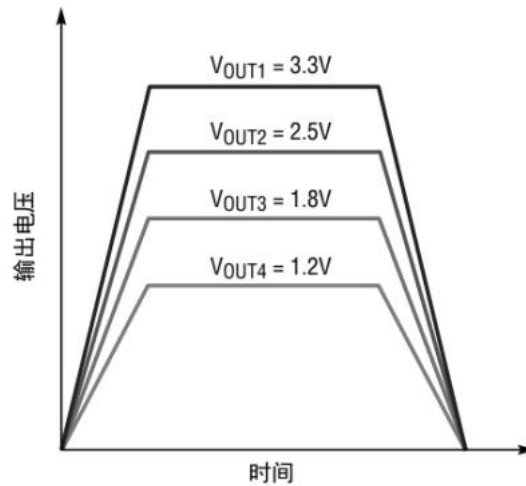
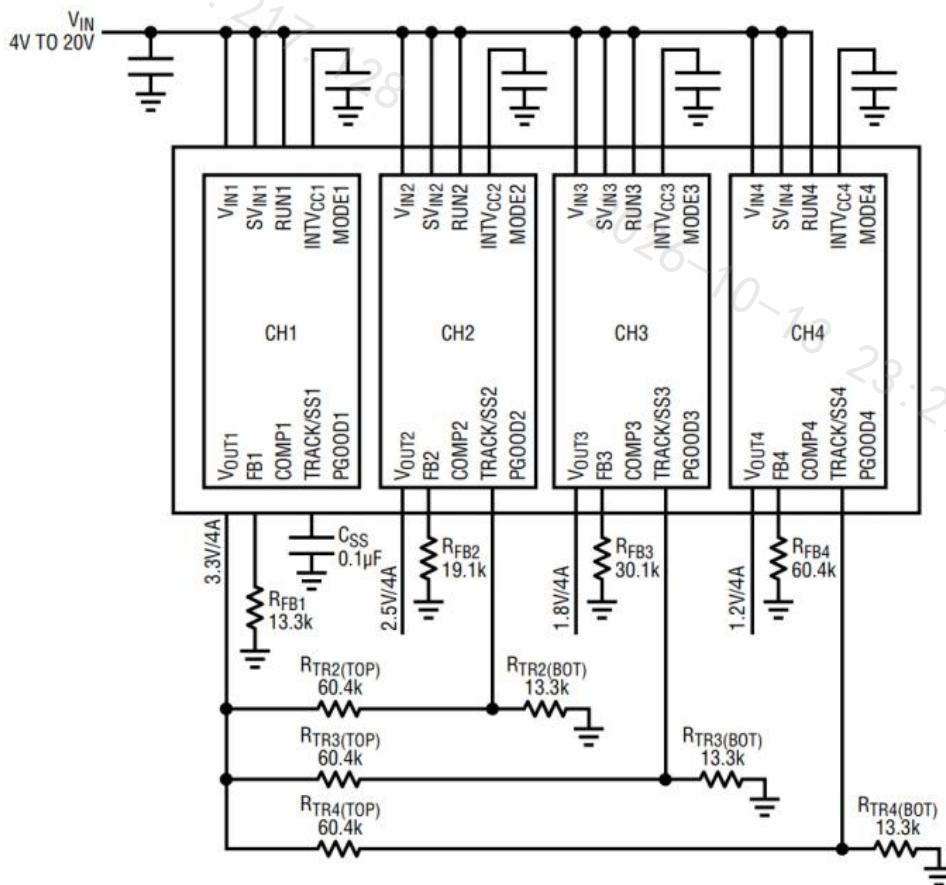

图 19. 输出比例跟踪波形
图 20. 输出比例跟踪原理图
输出电压跟踪还可以使用每个稳压器通道的TRACK/SS引脚进行外部编程。输出可以用另一个调节器上下跟踪。图19和图20显示了比率跟踪的示例波形和原理图，其中从稳压器（VOUT2、VOUT3和VOUT4）的输出压摆率与主稳压器（VOUT1）成正比。
RFB (SL是反馈电阻。RTR (TOP) /RTR (BOT) 是从稳压器TRACK/SS引脚上的电阻分压器，如图20所示。根据上式，主设备的输出压摆率 (MR) 和从设备的输出压摆率 (SR) (单位为伏特/时间) 由下式确定：